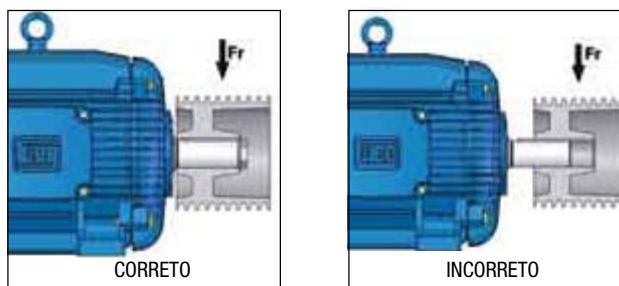

Figura 13.8 - Posicionamento correto da polia sobre a ponta do eixo
- 2 - Deve-se tomar cuidado com relação ao posicionamento da polia na ponta do eixo, evitando esforços adicionais que podem causar danos ao eixo e/ou aos rolamentos. O correto posicionamento da polia encontra-se mostrado na figura 13.8. O ponto central da largura do conjunto de correias não deve ultrapassar a extremidade final do eixo, nem a face da polia do lado do motor deve estar muito próxima do mancal do motor (não deve ultrapassar a seção de mudança de diâmetro do eixo).